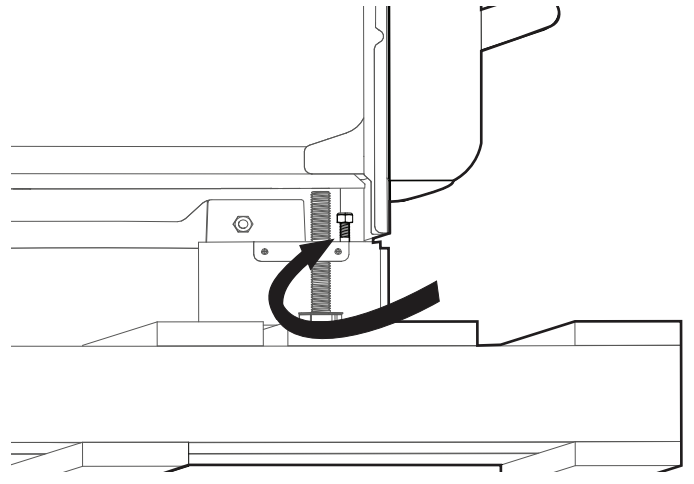

Figure 9 : Retirez le boulon de palette
3. **Modèles PRDS48JDSGU/C** : Pour avoir accès au boulon de la palette situé derrière le tiroir chauffant, atteignez le boulon situé en haut et derrière la structure de l'appareil et tenez-le en place à l'aide d'une clé de 1/2 po (voir Figure 9). Utilisez une deuxième clé pour desserrer le boulon situé en bas. **N'enlevez PAS le tiroir chauffant.**